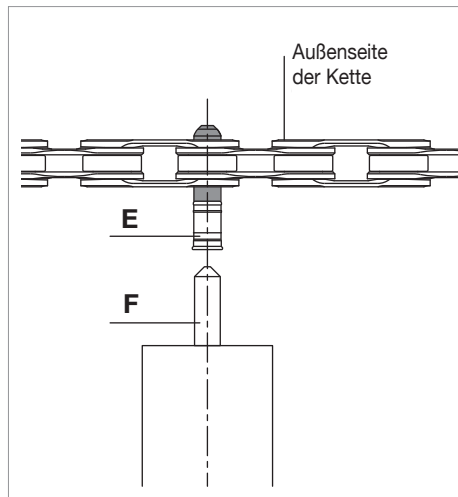

Abb.11
- Kontrollieren Sie, dass die konische Spitze des Schiebers (F) (Abb. 11) genau auf die Mitte der Hülse 5-CN-SR700 (E) (Abb. 11) ausgerichtet ist.